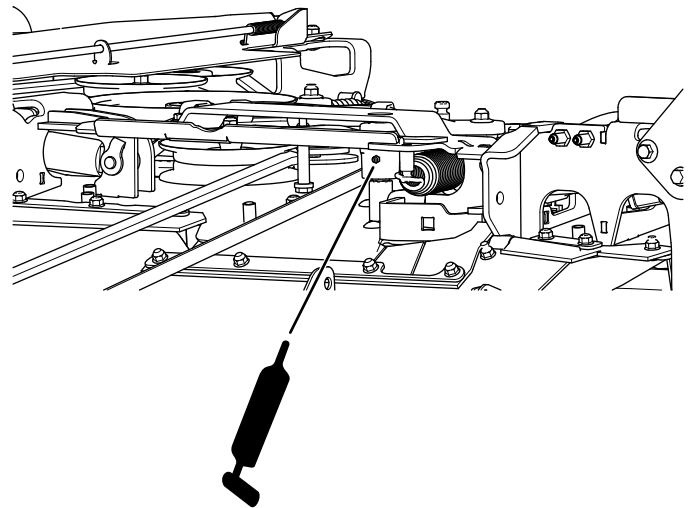

Figure 37
3. Graissez le pivot de la poulie de tension du tablier de coupe jusqu'à ce que la graisse ressorte par le bas (Figure 37).